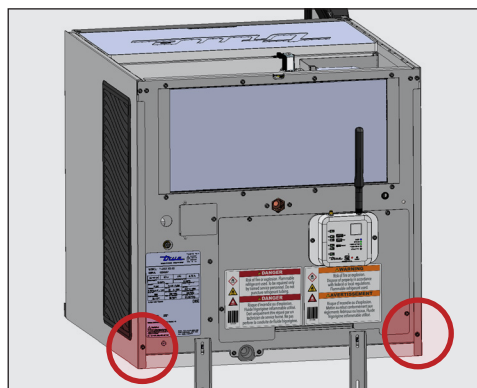

Рис. 5. Местонахождение винтов крепления боковой панели.
3. Вывернуть задний винт боковой панели. См. рис. 5.